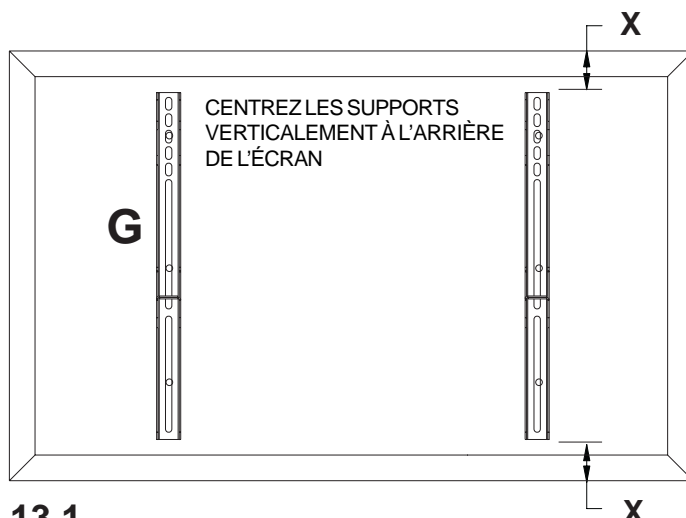
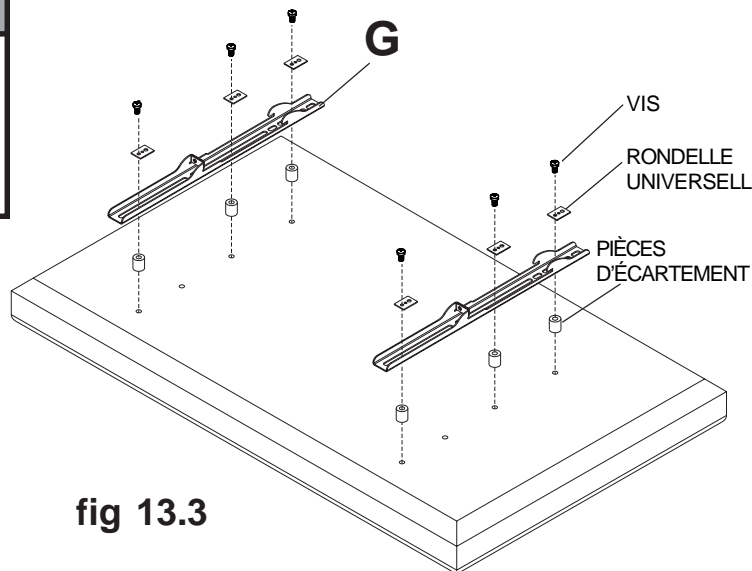

fig 13.1
fig 13.3
- 13** Pour éviter de rayer l'écran, placez un chiffon sur une surface plate et horizontale capable de supporter le poids de l'écran. Placez l'écran sens dessus dessous. Si l'écran est muni de boutons à l'arrière, enlevez-les pour pouvoir fixer les supports adaptateurs. Placez les supports adaptateurs (**G**) à l'arrière de l'écran, alignez-les sur les trous et centrez-les sur l'arrière de l'écran, comme illustré sur la figure 13.1. Fixez les supports adaptateurs à l'arrière de l'écran à l'aide des vis, rondelles universelles et pièces d'écartement appropriées, comme illustré sur la figure 13.3.